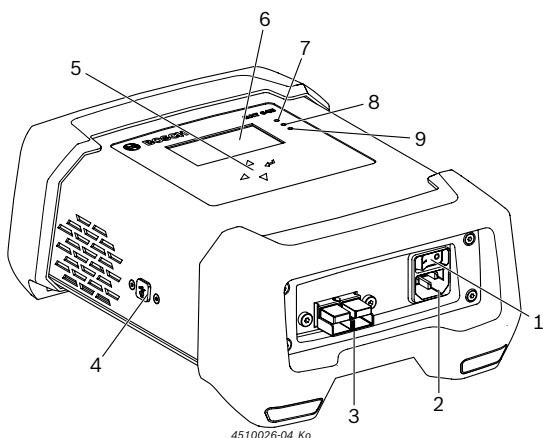

рис. 1: Вид спереди BAT 645
2. Включить BAT 645 выключателем вкл./выкл. (рис. 1, поз. 1).
- ⇒ Красный светодиод (рис. 1, поз. 7) горит при подключенной или мигает при неподключенной аккумуляторной батарее.